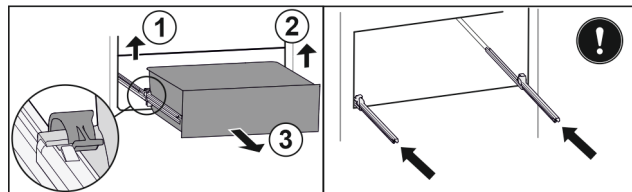

Fig. 93
- Linker klem optillen en gelijktijdig lade links naar voren trekken. Fig. 93 (1)
- Rechter klem optillen en gelijktijdig lade rechts naar voren trekken. Fig. 93 (2)
- Lade naar voren toe verwijderen. Fig. 93 (3)